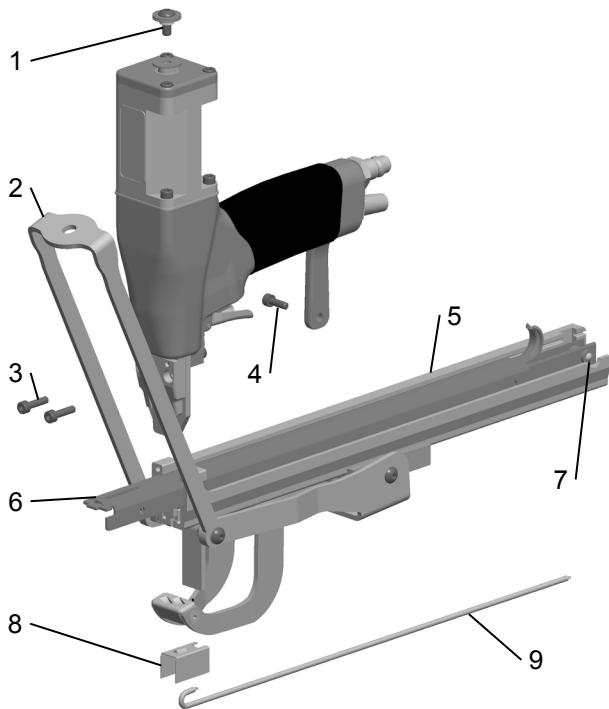

Fig. 6
- Schraube (Fig. 6/1) lösen und Zugstange (6/2) unter das Magazin drehen.